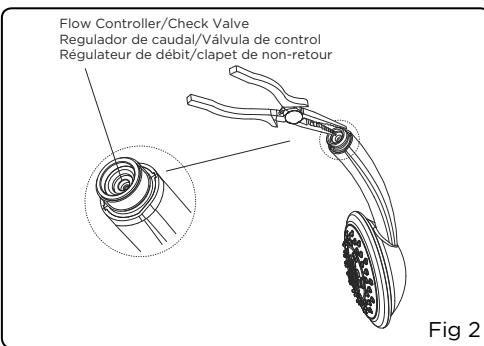

Fig 2
2. Le régulateur de débit/clapet de non-retour est situé à la base de la poignée de la douche à main et le boîtier de plastique est de couleur différente des filets (fig. 2). Saisir le régulateur de débit/clapet de non-retour avec une pince à bec effilé pour le retirer. Prendre soin de ne pas exercer une force excessive en saisissant le bord pour ne pas endommager le régulateur/clapet (fig. 2 et 3).
2. El regulador de caudal y la válvula de control se encuentran en el hueco de la manija de la ducha de mano y tienen una funda de plástico de un color distinto al de las rosas de la sección cónica de la ducha de mano (fig. 2). Use unos alicates de extremos finos para sujetar el regulador de caudal y la válvula de control y sacarlos. Procure no forzar excesivamente al sujetar el borde del regulador de caudal y válvula de control para no dañarlos (fig. 2 y 3)